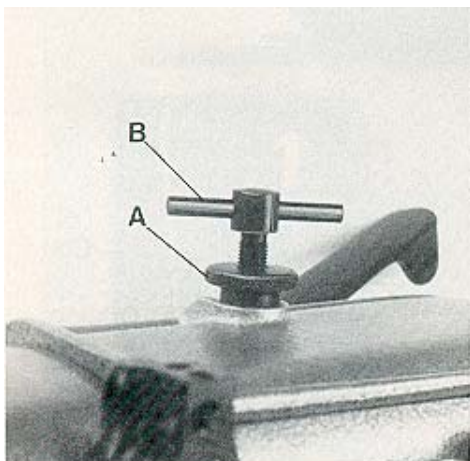

Fig. 24
Rotate handwheel until the lower feed dog is below the throat plate. Loosen knurled nut (A, Fig. 24) and turn out T-screw (B) until it does not exert any pressure on the leaf springs. In this position, the pressure exerted on the presser foot should be so strong that the presser foot bottom and the front end of the presser foot tongue rest squarely on the throat plate.
Gire el volante hasta que el transporte inferior se encuentre debajo de la plancha de la aguja. Afloje la tuerca (A, Fig. 24) y afloje el tornillo (B) hasta que no haga más presión contra los muelles. En esta posición la presión al pie prensatela debería ser tal que la planta del pie prensatela y la parte delantera de la lengüeta del pie prensatela se apoyen plano en la plancha de aguja.
Now turn in T-screw (B, Fig. 24) until the necessary presser foot pressure for proper feeding is exerted (determine by sewing tests). Secure this setting with the knurled nut (A), which simultaneously fastens the upper arm cover. Remount the face cover and the finger guard.
Ahora apriete el tornillo (B, Fig. 24) hasta que haya suficiente presión al pie prensatela para el transporte de la tela (compruebe con ensayos de costura). Apriete esta posición con la tuerca (A), con la cual se fija simultáneamente la tapa superior en el brazo de la máquina. Coloque otra vez la tapa lateral en el brazo y el protector de los dedos.